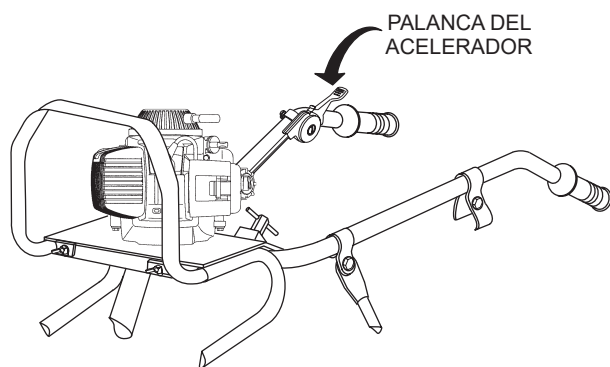

Figura 16. Palanca del acelerador
- Para comenzar a operar la regla, mueva la palanca del acelerador del motor (Figura 16) a la posición intermedia entre **ralentí** y **máxima potencia**. Tenga en cuenta que la vibración de la DuoScreed causará que la cuchilla se hunda en la base de hormigón hasta entrar en contacto con la parte superior de las barras.
- Mueva la **palanca del acelerador del motor** (Figura 16) a la posición de baja velocidad (ralentí).